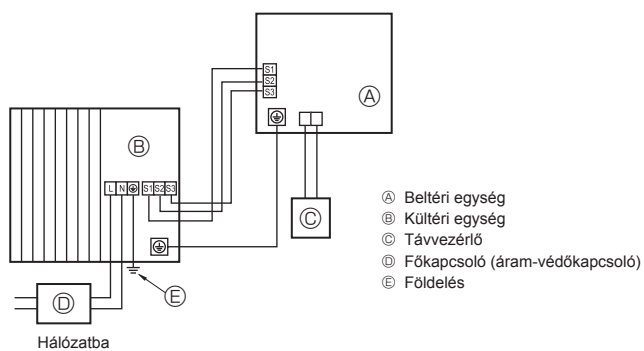
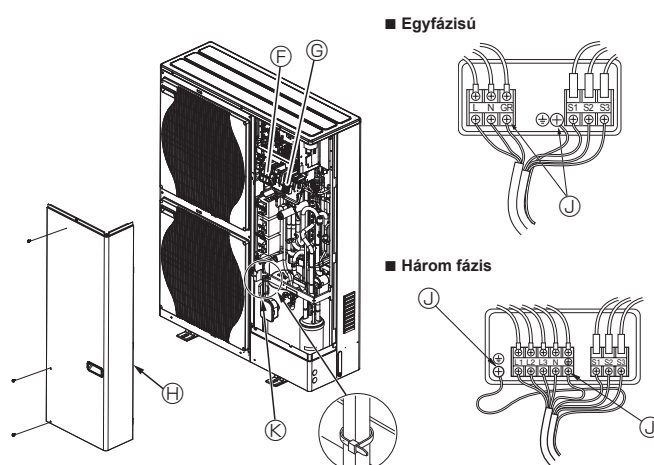

Fig. 5-1
Fig. 5-2
5.1. Kültéri egység (Fig. 5-1, Fig. 5-2)
- 2 Csatlakoztassa a huzalokat a Fig. 5-1 és Fig. 5-2 szerint.